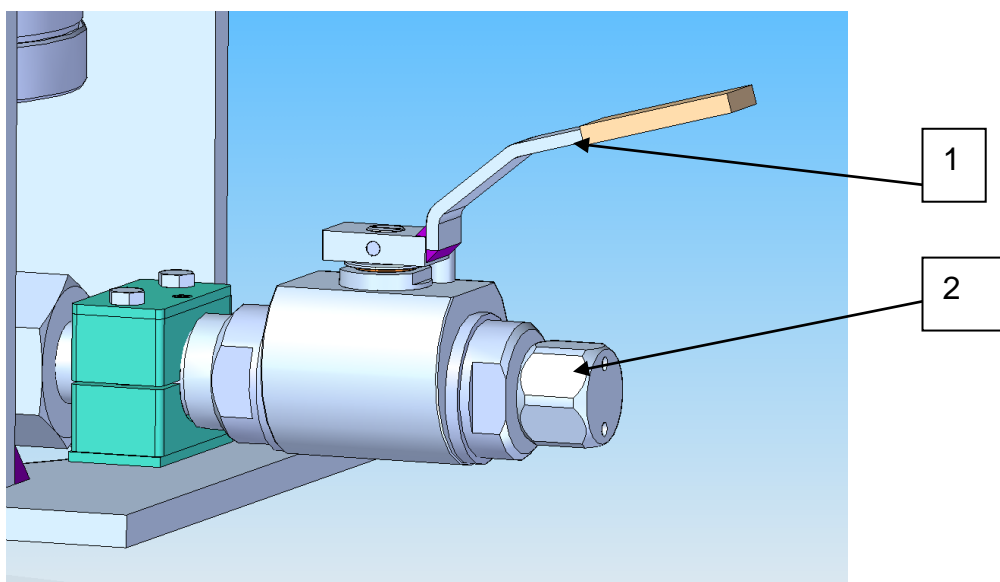

Рис. 3 Дренажный кран в положении «открыто»
В. Конструкция с дренажным краном и безопасной заглушкой (рис.3)
7. Осторожно снять ISO-фланец 4 вместе с резиновой прокладкой (рис.3).